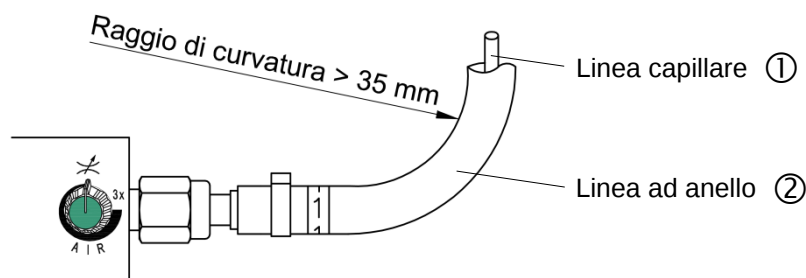

Fig. 4: Linea di alimentazione coassiale con raggio di curvatura minimo
- 4.4 Durante la posa della linea di alimentazione coassiale (Fig. 4, costituita da linea ad anello ② con linea capillare integrata ①), accertarsi che non si formino piegature né fessure (ad esempio tramite lamiera a spigoli vivi) e la linea non attraversi la zona di truciolatura (pericolo di distruzione). Il raggio di curvatura minimo di 35 mm (Fig. 4) deve essere rispettato. A causa del peso ridotto, le linee di alimentazione coassiali dovrebbero essere fatte passare preferibilmente nella parte superiore delle canaline passacavi.